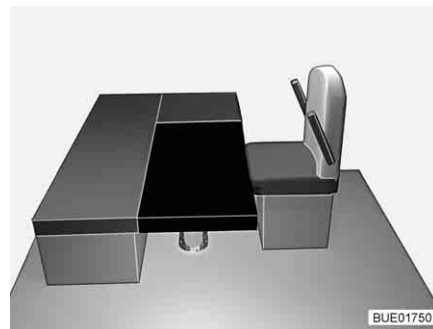

Fig. 127 Après la transformation
- Poser le coussin supplémentaire rectangulaire sur la table (devant les coussins d'assise de la banquette, voir Fig. 127).